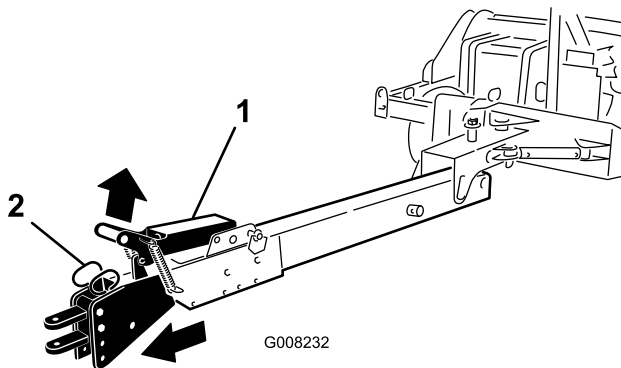

Bild 22
- B. Heben Sie den Arretiergriff an (Bild 22).
- C. Fahren Sie langsam mit dem Fahrzeug vorwärts, bis die Anbauvorrichtung einrastet (Bild 22).
8. Zum Einfahren der Anbauvorrichtung heben Sie den Riegelgriff an und fahren langsam mit dem Fahrzeug zurück, bis der Riegelgriff einrastet (Bild 22).